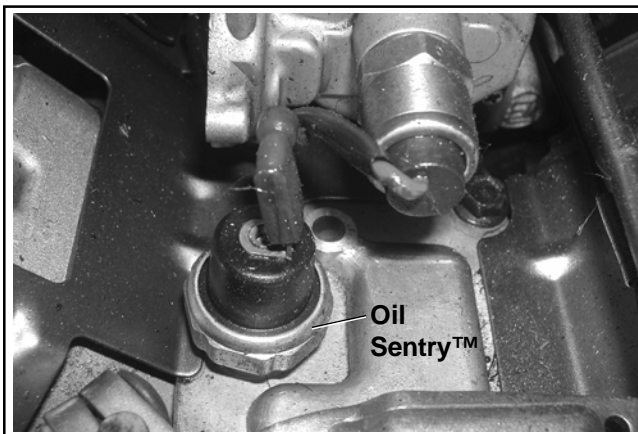

Figura 6-9. Posizione di Oil Sentry™.
Il pressostato Oil Sentry™ è installato nel coperchio dello sfiato. Vedere Figura 6-9.
2. Installare il pressostato nel foro filettato del coperchio dello sfiato. Vedere Figura 6-9.